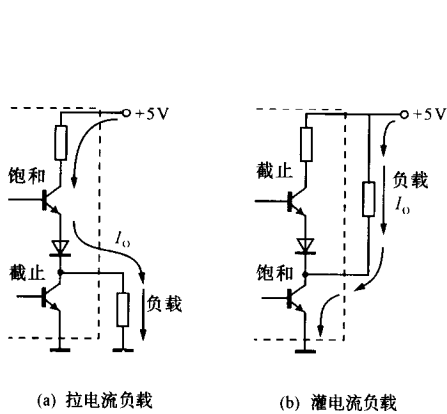

图 1-10 负载类型
- ① 拉电流负载，如图 1-10 (a) 所示。
- ② 灌电流负载，如图 1-10 (b) 所示。